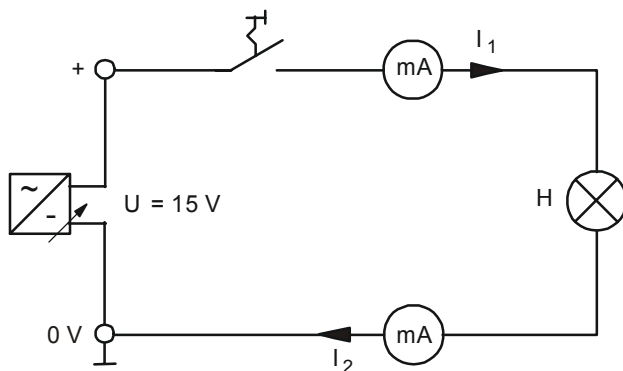

Abb.1.2.1
Es ist ein einfacher elektrischer Stromkreis gemäß der Schaltung in Abb. 1.2.1 aufzubauen und durch Messen herauszufinden, ob der Strom an allen Stellen des Stromkreises gleich groß ist, wie sich der Strom beim Öffnen des Stromkreises und bei nicht angeschlossener Spannungsquelle verhält.
- An die Schaltung Abb. 1.2.1 ist eine Gleichspannung von 15 V anzulegen. Bei unterbrochenem Stromkreis (Schalter offen) und bei geschlossenem Stromkreis (Schalter geschlossen) ist zu messen, ob und in welcher Höhe ein Strom fließt und wann die Lampe leuchtet.